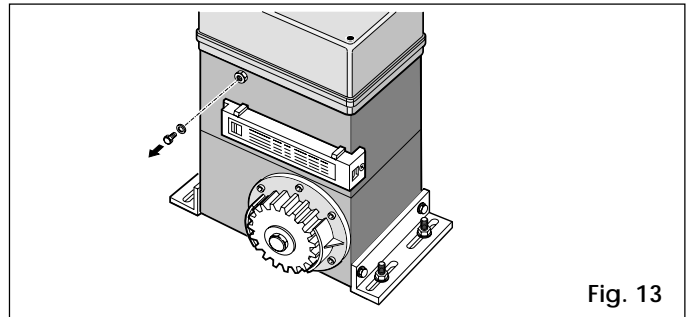

Fig. 13
- 7) Déposer et conserver la vis de mise à l'air libre comme indiqué Fig. 13.